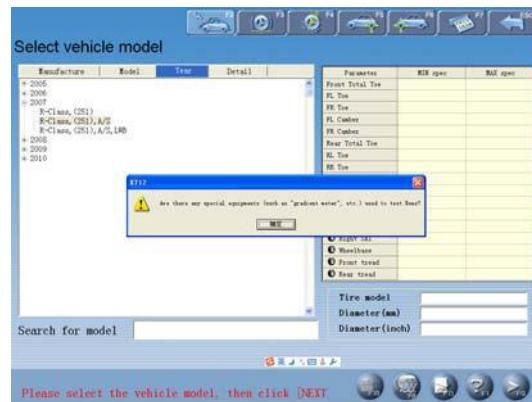

Рис.4.4
- Для некоторых моделей Benz система предлагает выполнить измерения стандартных данных с помощью уклонометра (градиентометра). Если выбрана модель автомобиля Benz, система отображает диалоговое окно, как показано на рис.4.4.